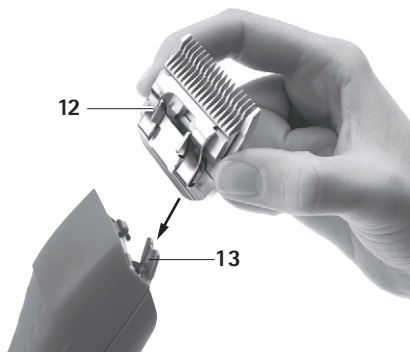

图 2
- 切割头 12 插在打开的测量铰链 13 上，参见图 2。
- 切割头 12 轻轻朝 FAV5 CL/Fortis 剪毛机方向按压，参见图 2。